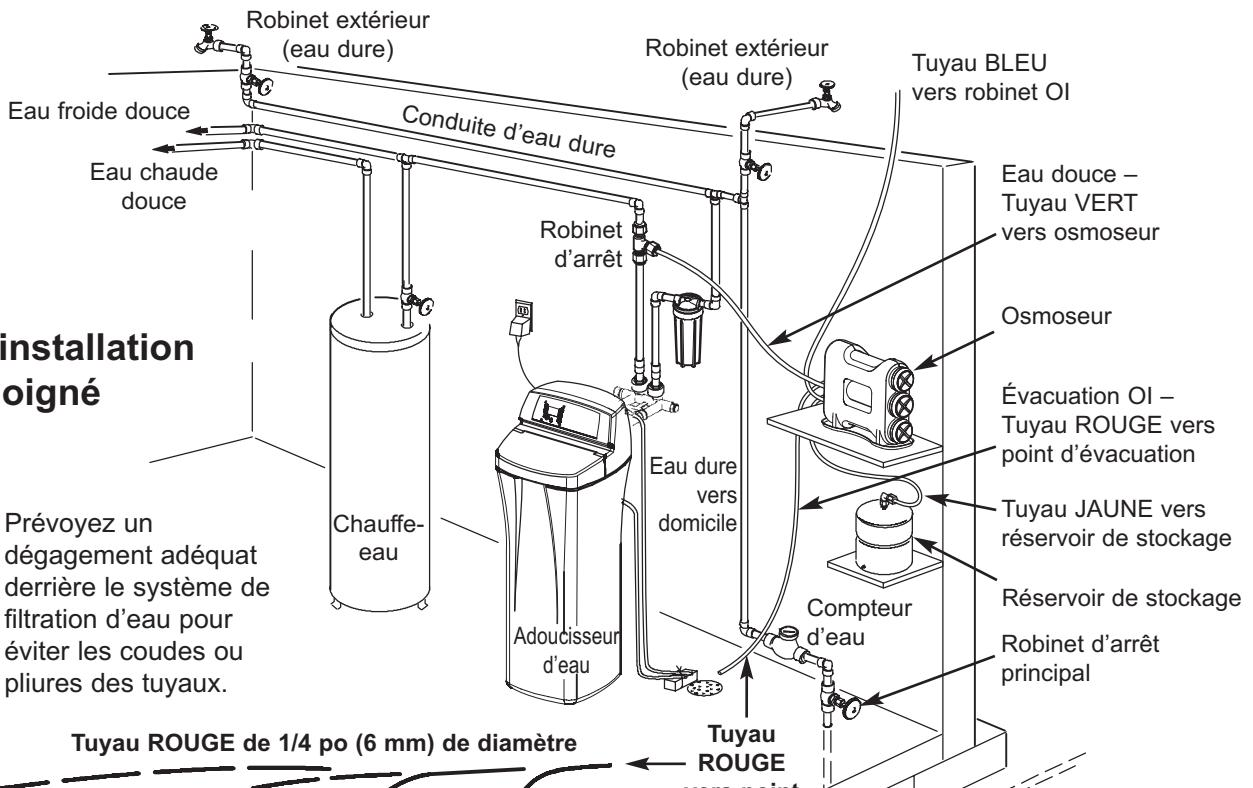

FIG. 11
Le tuyau d'évacuation de l'osmoseur débouche alors directement sur un collecteur, tel qu'illustré par les Figures 11 et 12. Cette option s'applique souvent aux installations en un lieu éloigné.
- Repérez le tuyau rouge de 1/4 po (6 mm), puis vérifiez s'il est assez long pour couvrir la distance entre l'osmoseur et le point d'évacuation. Voir Fig. 11.